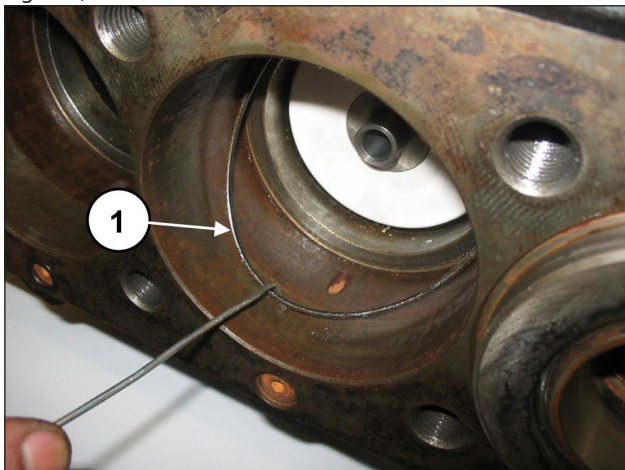

Fig. 155
Déposer le joint torique du fond du support des joints au cas où il serait resté à l'intérieur du carter de pompe (rep. ①, Fig. 155).